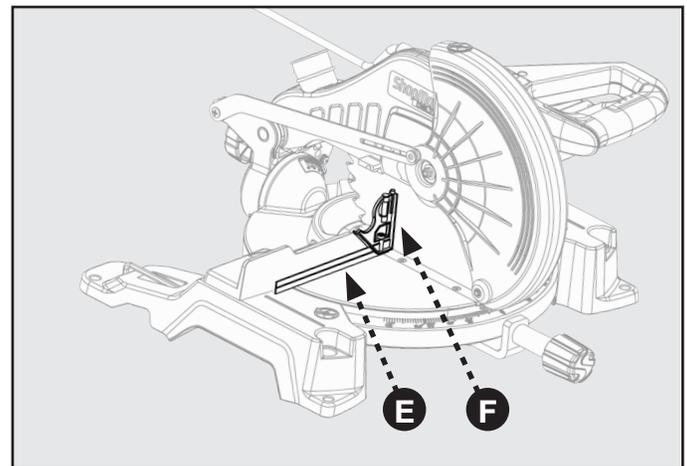

FIGURA 11
Consulte la Figura 11.
7. Coloque una escuadra combinada (E) contra la mesa y la parte frontal de la hoja de la sierra (F) con la escuadra en contacto con la parte plana de la hoja de la sierra y no con los dientes de la hoja.
9. El borde de la escuadra y la hoja de la sierra deberán estar paralelo, tal como se muestra en la Figura 11.